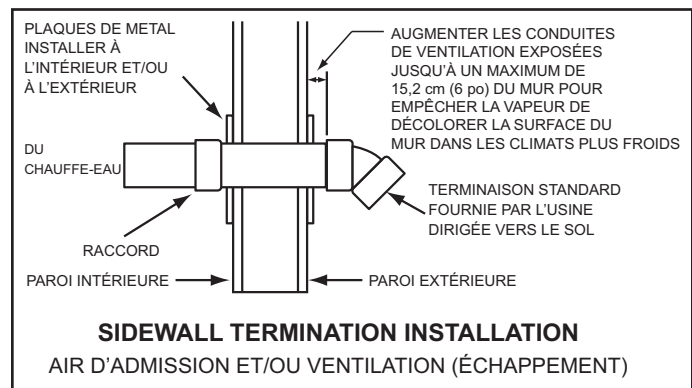

Figure 26
- Couper une ou plusieurs longueurs de tuyau à installer de 8,9 cm (3,5 po) à 24,1 cm (9,5 po) plus longues que l'épaisseur de paroi à l'ouverture. Voir Figure 26.
- En travaillant de l'extérieur, faire glisser le tuyau et la ou les terminaisons assemblées aux étapes précédentes à travers la paroi. S'assurer de diriger la ou les terminaisons vers le sol. Voir Figure 26.
- Installer un accouplement à l'extrémité du ou des tuyaux à l'intérieur du bâtiment. Avant que le calfeutrage à la silicone n'ait eu le temps de prendre complètement, sortir du bâtiment et s'assurer que la ou les terminaisons sont toujours dirigées vers le sol. Voir Figure 26.